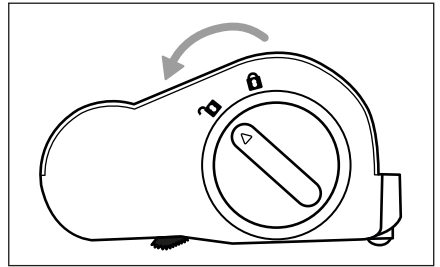

Fig. 22
- 2) Deblocați peria rotativă **19**, prin rotirea dispozitivului de blocare a periei rotative **18** în direcția simbolului **1** (deschis) (a se vedea fig. 22).